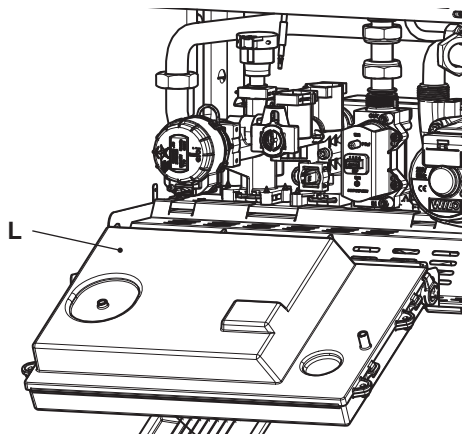

Рисунок 5.19
- Найдите крышку К клеммной колодки L (Рисунок 5.19), отвинтите винты и откройте ее.